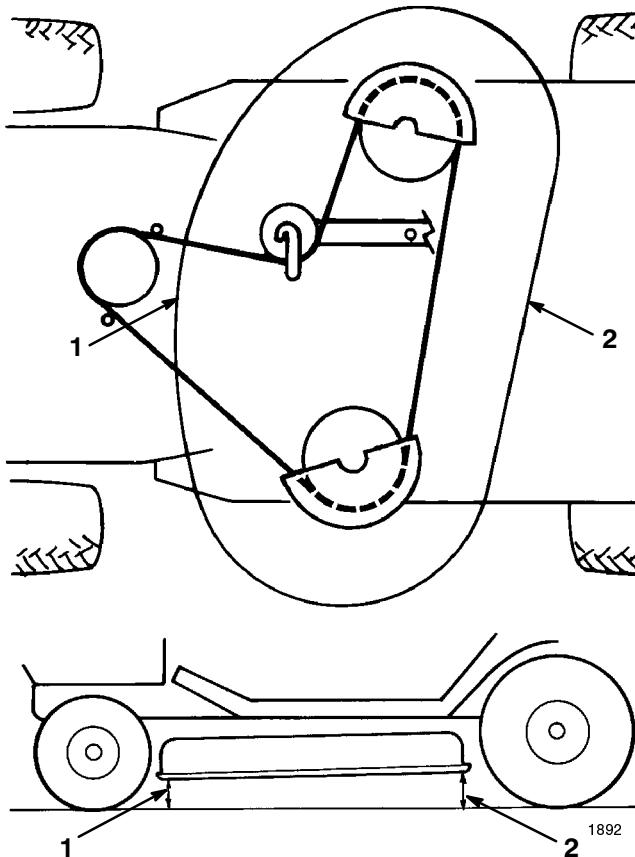

Bild 53
- 6.** Messen Sie zur Kontrolle der Schnittmesserneigung in Längsrichtung den Abstand zwischen der Schneidwerkunterseite (Mitte vorne und Mitte hinten) und der ebenen Oberfläche (Bild 53). Wenn die Vorderseite nicht 3,5–10,5 mm tiefer liegt als die Hinterseite, ist eine Einstellung erforderlich.